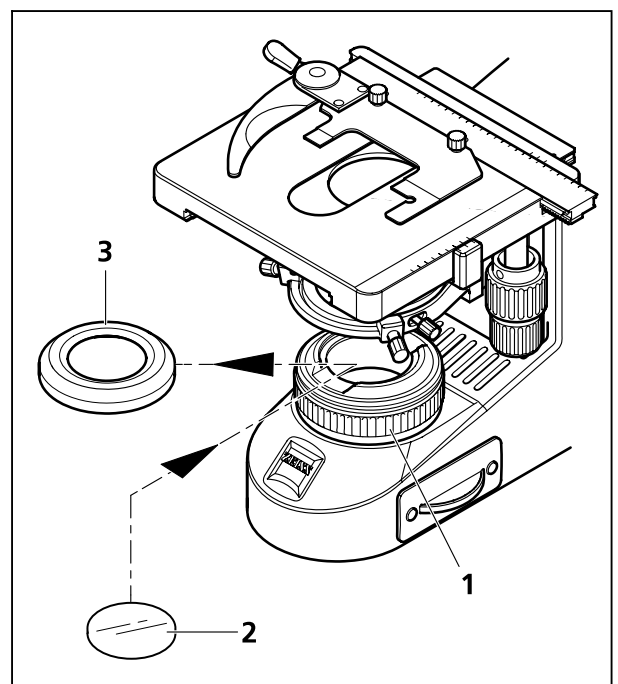

图 27 装入滤色片
- 把遮光罩（图 27/3）从视场光阑（图 27/1）上旋拧下来。
- 所需的滤色片—黄、绿、或蓝—(图 27/2)放在视场光阑的支撑面上，再拧上遮光罩。